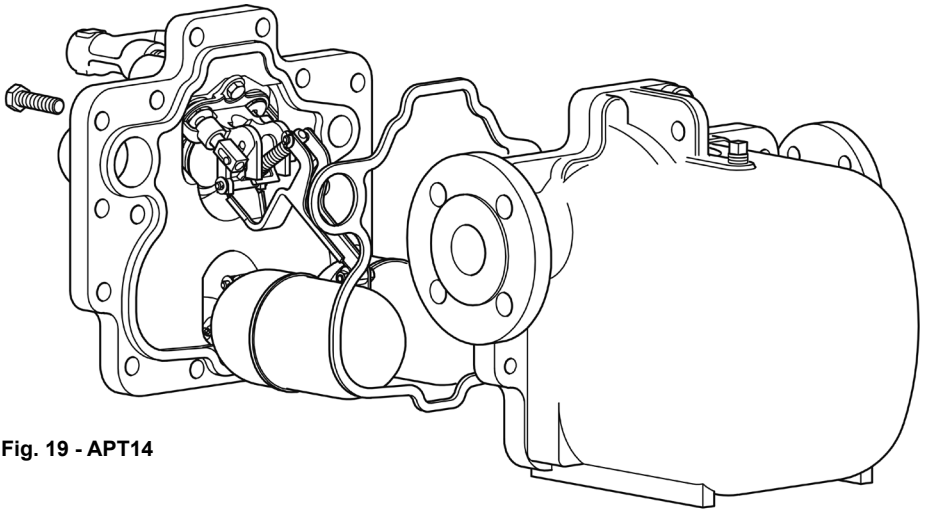

Fig. 19 - APT14
3. Posizionare delicatamente la nuova guarnizione (particolare 2) nel corpo esistente (vedere la Fig. 19).